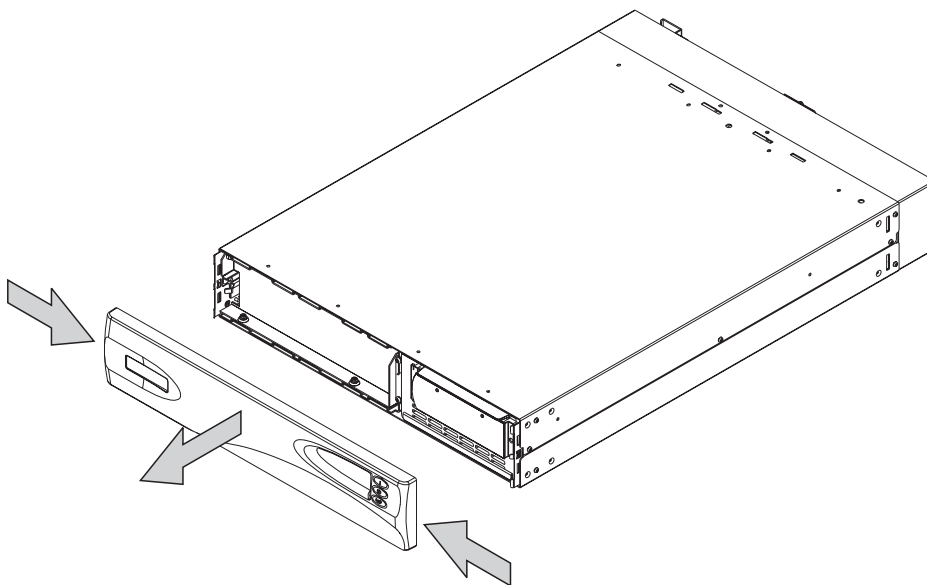

图 114. 卸下不间断电源前面板
2. 将前面板的两侧向内按，卸下前面板，然后拉出两端（图 114）。